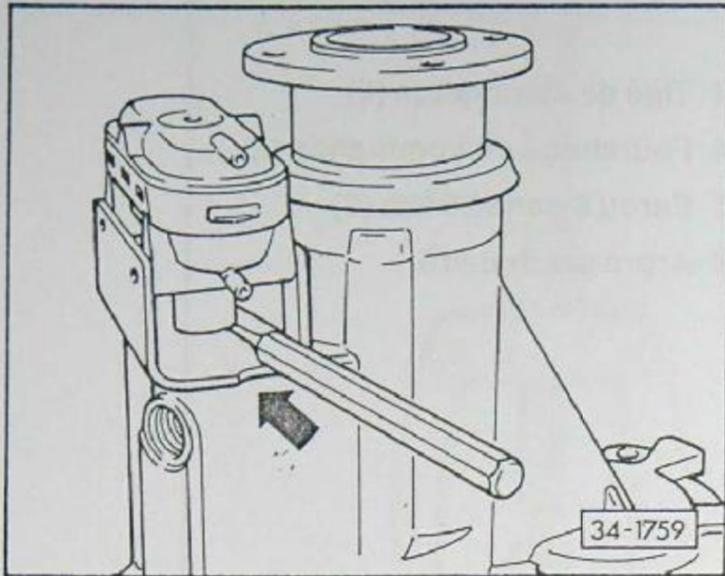
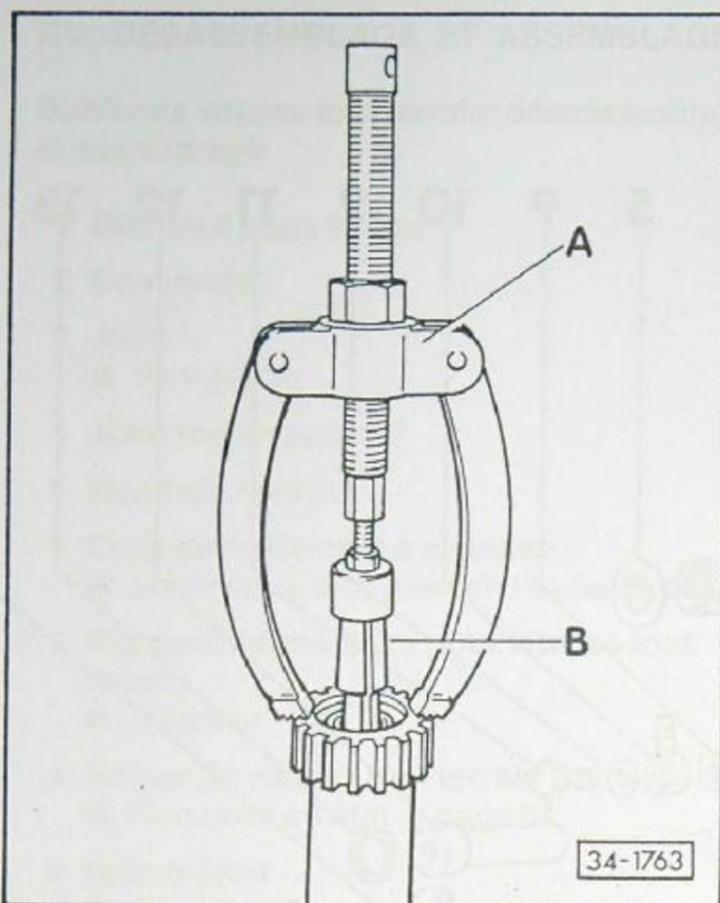

Fig. 1 Actuateur: dépose
Fig. 5 Roulement à aiguilles: dépose
- 10 **Actuateur (2)**
- Déposer - fig. 1
- 11 **Boulon 6 pans (2)**
- 12 **Boulon 6 pans (2)**
- 13 **Bague-joint (2)**
- 14 **Contacteur de lampe témoin (2)**
- 15 **Bague-joint (2)**
- 16 **Arbre primaire (1)**
- 17 **Segment d'arrêt (1)**
- 18 **Manchon de raccord (1)**
- 19 **Arbre primaire (2)**
- 20 **Roulement à aiguilles (2)**
- Déposer – fig. 5